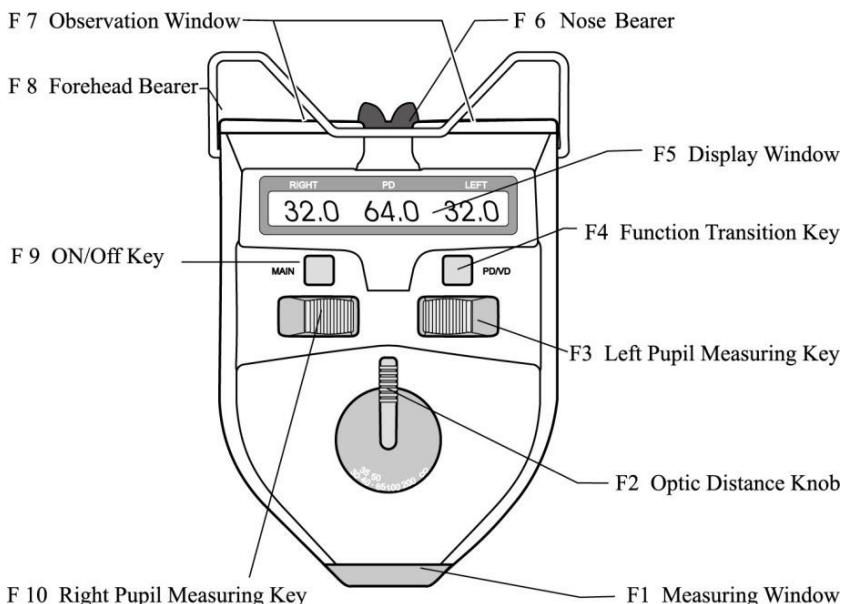

Fig.1
e. Pentru a măsura distanța pupilară la diferite distanțe optice, vă rugăm să rotiți butonul pentru distanță optică (așa cum se arată în Fig.1 NR.2) mai întâi la distanța optică și apoi efectuați măsurarea.